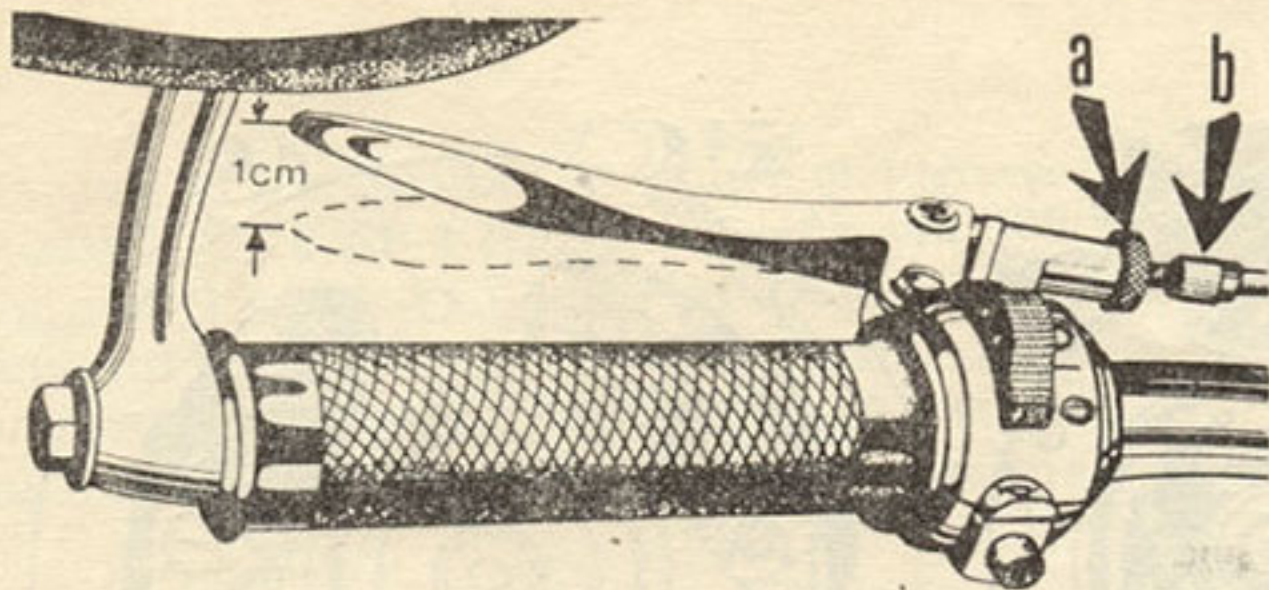
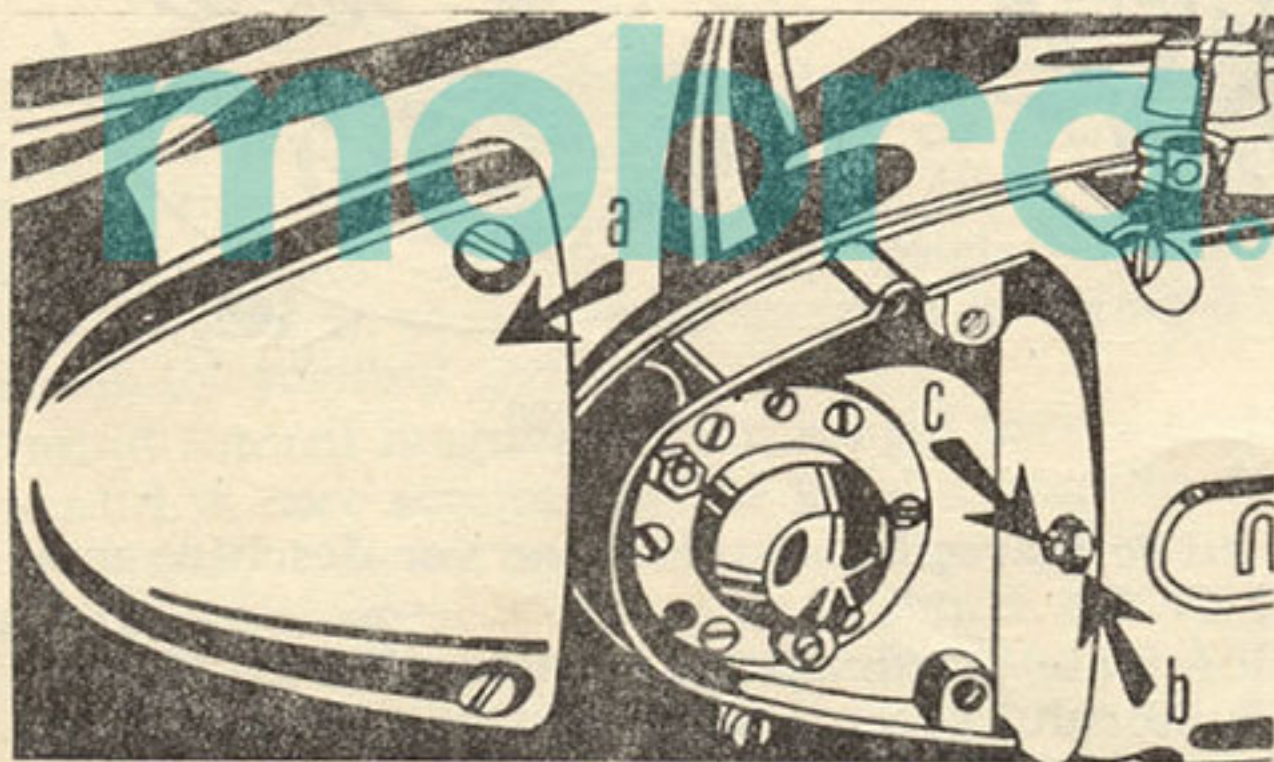

Fig. 21
Fig. 22
1. Jocul normal al manetei ambreiajului în stare liberă trebuie să fie 10 mm măsurat la capătul manetei (fig. 21). Pentru reglarea ambreiajului înălțurați capacul „a” (fig. 22) slăbiți piulița „b” și apoi strângeți șurubul „c” pînă simțiți că opune rezistență.
3. Slăbiți piulița „a” (fig. 21) și reglați șurubul „b” pînă cînd maneta va avea cursa liberă de 1 cm.